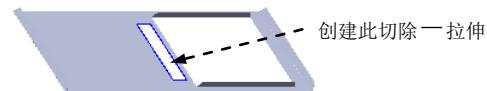
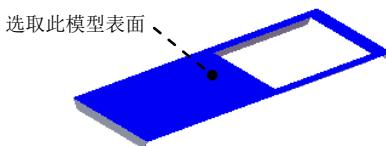
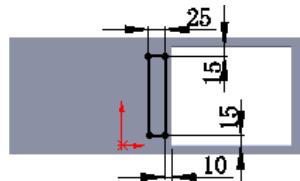

图 17.8.34 创建切除一拉伸 2
图 17.8.35 定义草图平面
图 17.8.36 横断面草图
Step7. 创建图 17.8.34 所示的切除一拉伸 2。选择下拉菜单 **插入(I)** → **切除(C)** → 命令；选取图 17.8.35 所示的表面为草图平面，绘制图 17.8.36 所示的横断面草图；采用系统默认的切除深度方向；在 **方向 1** 区域的 下拉列表中选择 **完全贯穿** 选项。